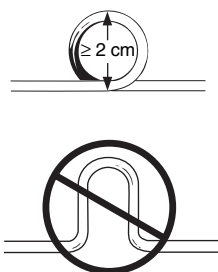

Figura 4. Enrolar o excesso de eléctrodo
- Enrole o excesso de corpo do eléctrodo num arco circular de diâmetro superior a 2 cm. Não utilize uma dobra ou arco em forma de U (Figura 4). Um arco completo diminui a possibilidade de interferências electromagnéticas e respectivos efeitos e evita que o corpo do eléctrodo seja danificado por dobras ou vincos.